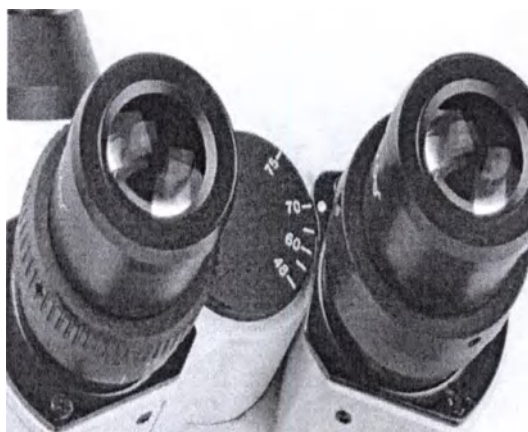

Рис. 7
8.3.1. Раздвиньте поворачиваемые основания окуляров в стороны до упора. Посмотрите в окуляры и, сдвигая их с обеих сторон, установите на нужном расстоянии для Ваших глаз, чтобы Вы могли видеть одно ясное изображение для обоих глаз. (Это будет Вашим персональным расстоянием между зрачками), см. рис.7.